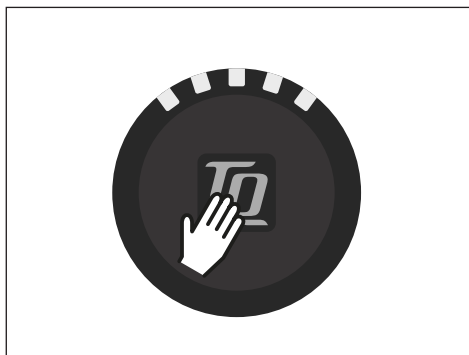

Fig. 3: Botón en Display
- Conecte la unidad de accionamiento **brevemente** pulsando el botón (véase Fig. 3) en el Display.
- Apague la unidad de accionamiento pulsando **prolongadamente** el botón (véase Fig. 3) en el Display.